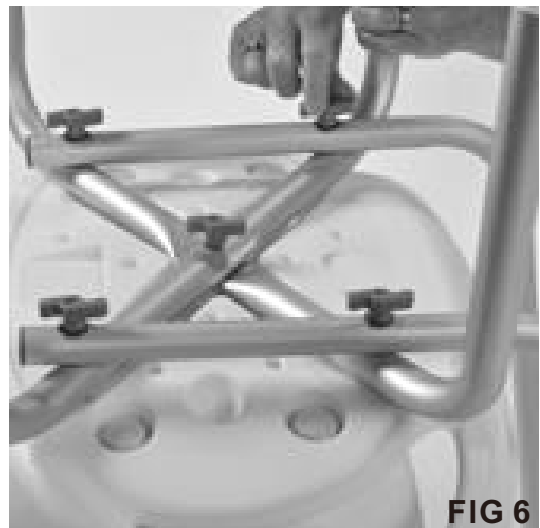

FIG 6
- Répétez le processus de fixation de la barre de soutien du dossier et du renfort de jambe en forme de U sous la chaise avec la deuxième barre de soutien du dossier (voir FIG. 6).